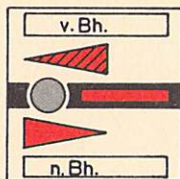

Bild 55
- (4) Wurde die Erlaubnis vorzeitig abgegeben, solange die Blockstrecke noch besetzt ist, blinkt der Erlaubnisabgabemelder rot, der Erlaubniseingangsmelder leuchtet rot (vgl. Bild 55).